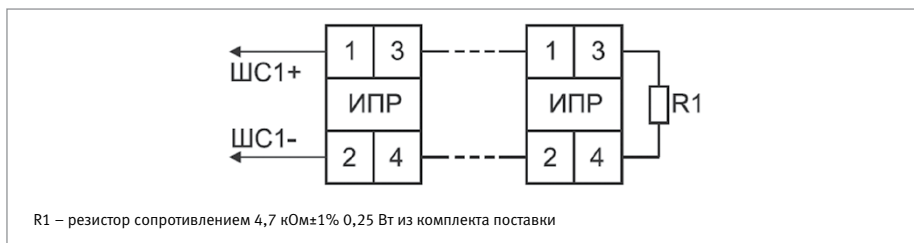

Рисунок 2. Подключение ручного извещателя ИПР 513-3М при проверке блока «Рупор»
- 4.12. Отключите от клеммы «ШС1» резистор и подключите ручной извещатель (см. Рисунок 2). К клеммам «ВЫХ1» подключите акустический модуль (из спецификации проектной документации), к клеммам «ВЫХ2» подключите резистор номиналом от 4,3 до 20 Ом и мощностью от 16 до 3 Вт.